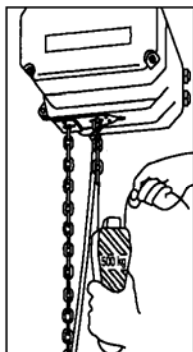

Bild 16 (Schritt 2)
2. Mit Einziehdraht (Sonderwerkzeug) Kette durch Hakenflasche ziehen (Bild 16).
Montage: Die Hakenflasche kann am Kettenzug angebaut werden, ohne dass sie zuvor demontiert wird. Zum Anbau der Hakenflasche wird die Kette mit einem Einziehdraht (Sonderwerkzeug) durch die Hakenflasche gezogen, wie unter 5.1.2.4 beschrieben (siehe auch Bild 16).